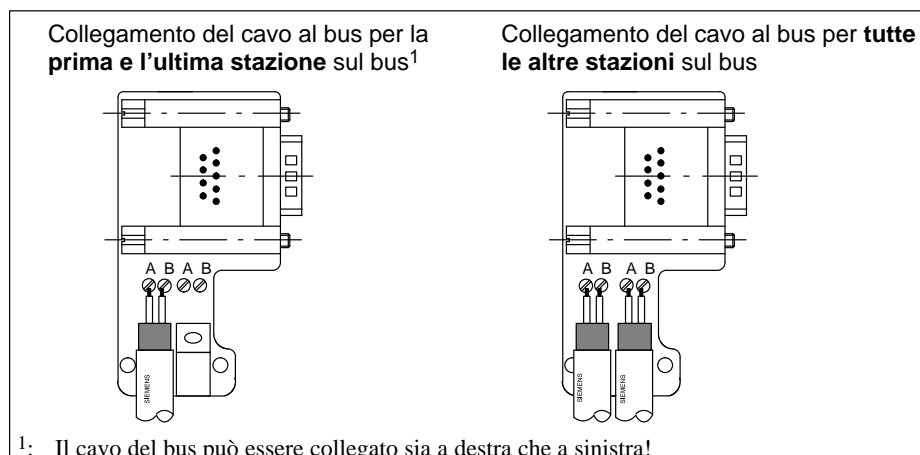

Figura 3-9 Collegamento del cavo di bus alla spina di collegamento al bus (6ES7 972-0B.11 ...)
3. Posare i fili verde e rosso nel blocco del morsetto a vite come da figura 3-9.